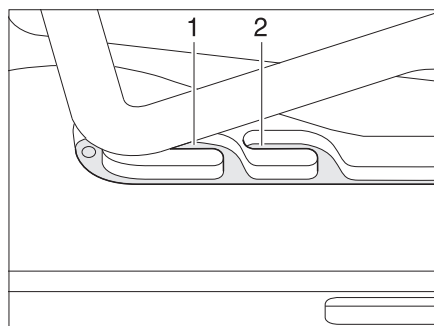
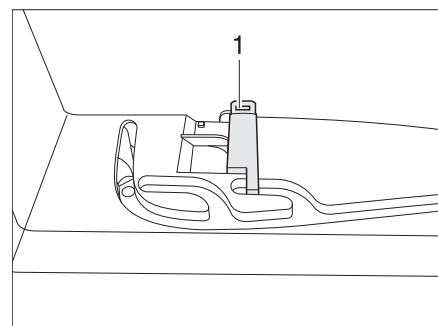

Bild 90 Heki-Dachhaube in Lüftungsstellung
Bild 91 Verriegelung Lüftungsstellung
Die Heki-Dachhaube kann in zwei Lüftungsstellungen gebracht werden: Schlechtwetterstellung (Bild 90,1) und Mittelstellung (Bild 90,2). Je nach Modell kann die Dachhaube in der Mittelstellung mit dem Riegel (Bild 91,1) verriegelt werden.
- Den Bügel leicht nach oben drücken und in die gewählte Führung (Bild 90,1 oder 2) schieben und ggf. verriegeln.